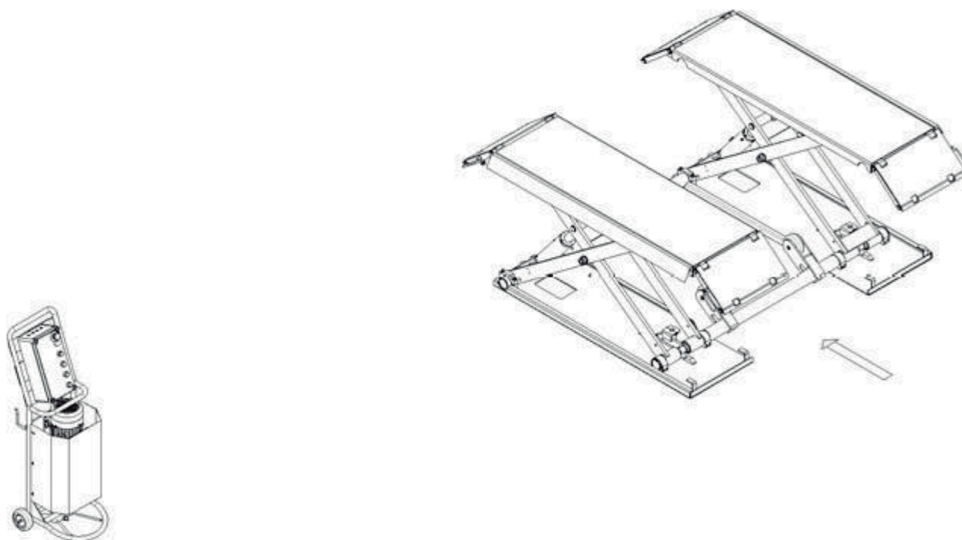

Figura 7
- Não ultrapasse a área segurança dos veículos que estão sendo levantados. (Figura 7)